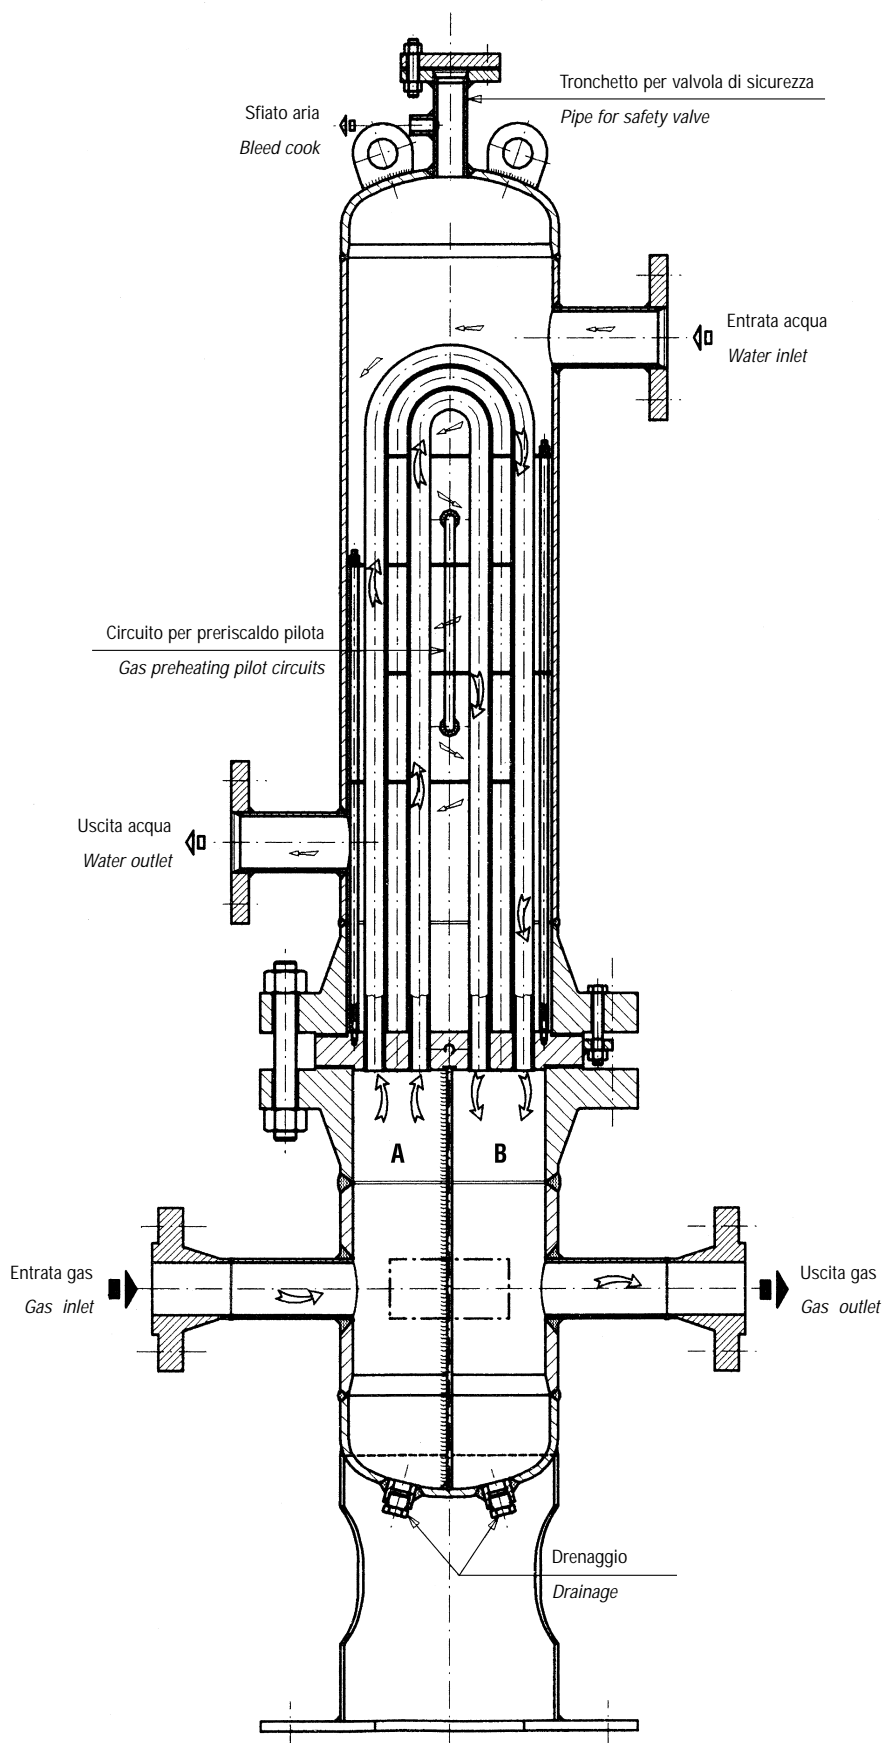

Fig. 1
1.2 FUNZIONAMENTO (FIG. 1)
1.2 OPERATION (FIG. 1)